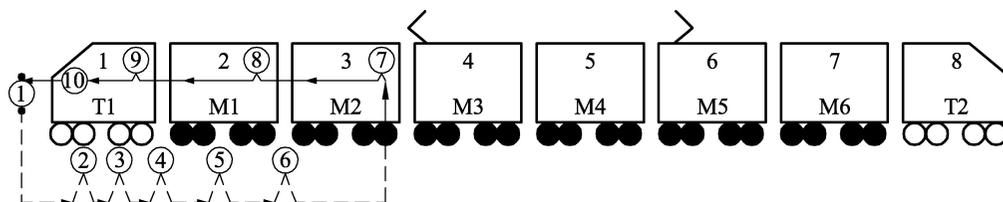

图 1-1 CRH380A 型动车组辅助供、配电系统供电前的检查作业路线
作业路线：如图 1-1 所示，①~⑩为作业节点，实线线路表示车内作业，虚线线路表示地沟作业。